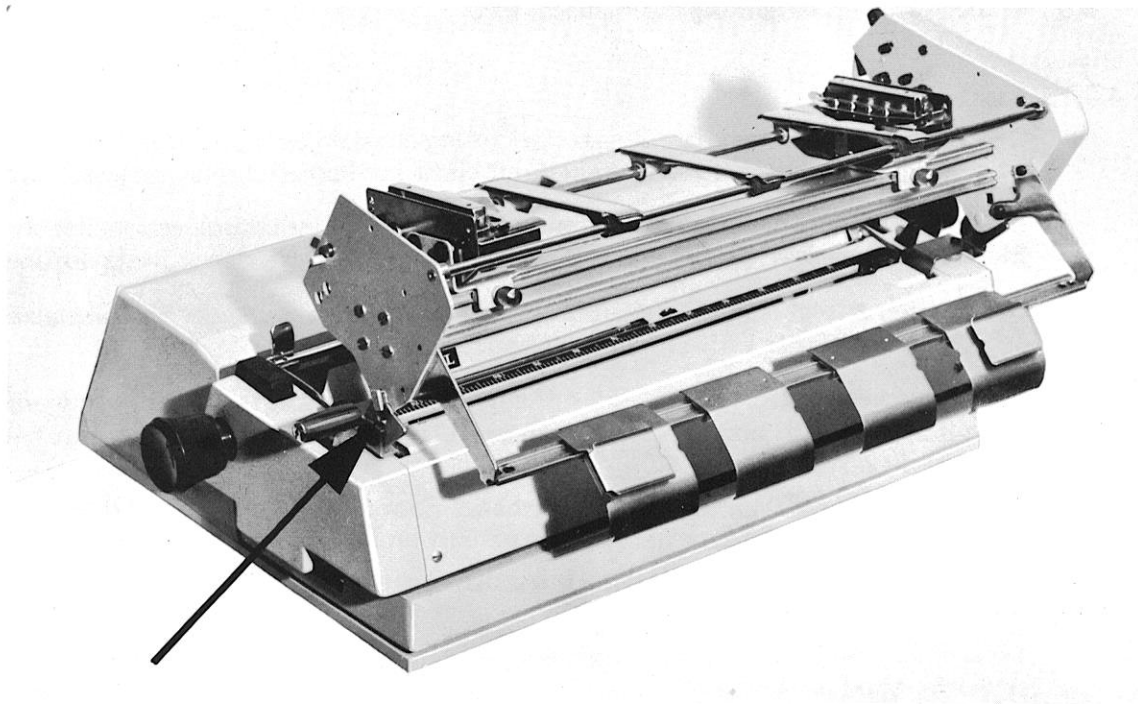

Abb. 8 EFS mit Lagerplatten
- Das Aufsetzen der EFS-Einrichtung auf den Schreibwagen geschieht durch Einhängen der hierfür seitlich angebrachten Lagerbolzen in die am Schreibwagen vorgesehenen Lagerplatten (siehe Abb. 8)